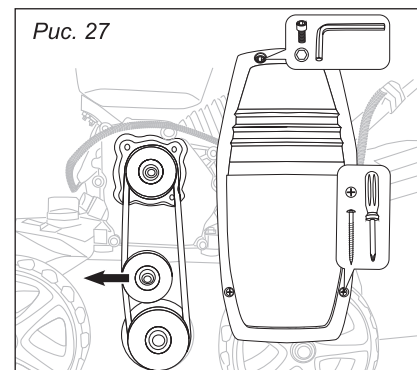

Рис. 27
1. Открутите крепеж защитного кожуха ремня (рис. 27).